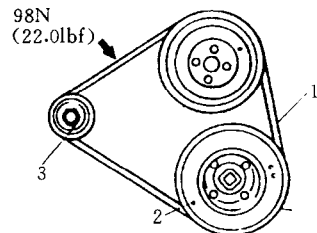

图 24 发电机传动带下沉量测量——1995 ~ 1997 款埃克利普斯 2.0L (4G63) 双顶置凸轮轴和 2.4L (4G64) 发动机
- ①断开蓄电池负极接线。
- ②松开固定螺栓。
- ③松开枢轴螺栓。
- ④转动调整螺栓, 使传动带松紧度变小。
- ⑤取下传动带。
- ①安装带轮传动带。
②转动调整螺栓, 并用张力仪测量传动带张力, 直到达到如下要求: 新传动带张力应为 110.2 ~ 154.3 lbf (490 ~ 686 N); 旧传动带张力应为 88.2 lbf (392 N); 也可以用另外一种方法调整: 在水泵和发电机传动带中间处施加 22 lbf (98 N) 的力, 测量传动带的下沉量, 新传动带下沉量应为 0.30 ~ 0.35 in (17.5 ~ 9.0 mm); 旧传动带下沉量应为 0.39 in (10.0 mm) (图 24)。
③2.0L 发动机的枢轴螺栓拧紧力矩为 15 ~ 18 lbf·ft (20 ~ 25 N·m); 2.4L 发动机的枢轴螺栓拧紧力矩为 17 lbf·ft (23 N·m)。